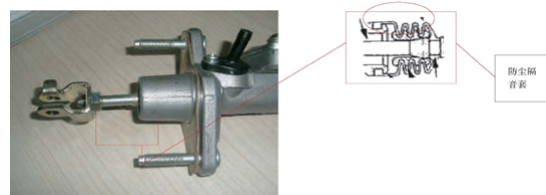

图7 添加防尘隔音套
5.添加防尘隔音套(如图7所示)的作用:(1)可以自行的校正,(2)防尘使活塞性能发挥的更好,(3)还能起到隔音的效果。